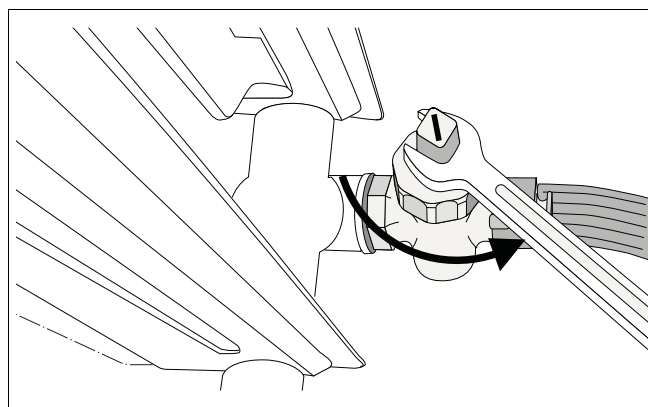

Bild 102 Tömma värmeanläggningen
- Töm ut pannvattnet vid värmeanläggningens lägsta punkt med hjälp av påfyllnings- och tappningskranen eller värmeelementet (bild 102). Den (automatiska) avluftningen vid värmeanläggningens/värmeelementets högsta punkt måste då vara öppen.